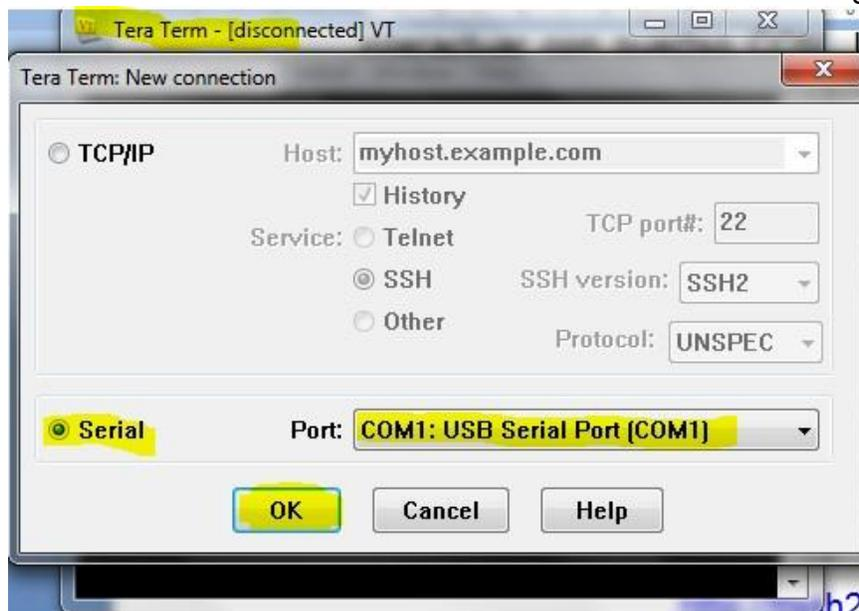

Figura 4.5 Elijiendo el puerto COM
3. **Ejecute el Tera Term.** Al ejecutar el Tera Term, automáticamente detecta el puerto COM del convertidor USB-Serial como se observa en la figura 4.5.